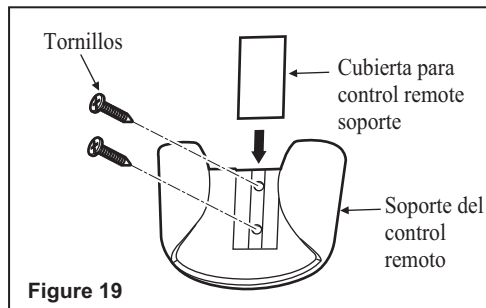

Figure 19
Step 2. Sujeta el soporte del control remoto con los dos tornillos de montaje del soporte del control remoto. (Fig. 19)